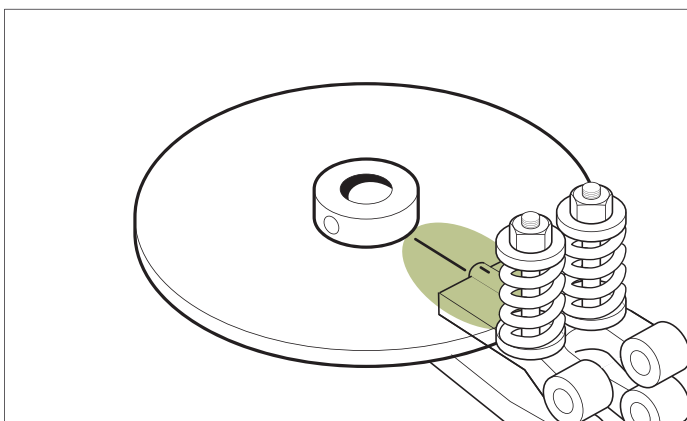

Рис. 58. BUE: красная метка на тормозном диске
Приводной механизм BUE находится в точном положении, когда установлен красный флажок указателя и красная метка на тормозном диске совмещена с красной меткой на тормозной колодке. См. рис. 58.
2. Проверьте, какие два отверстия верхнего фланца многоотверстной муфты совпадают с двумя отверстиями нижнего фланца многоотверстной муфты моторного приводного механизма. См. рис. 58 (BUL) и 59 (BUE).